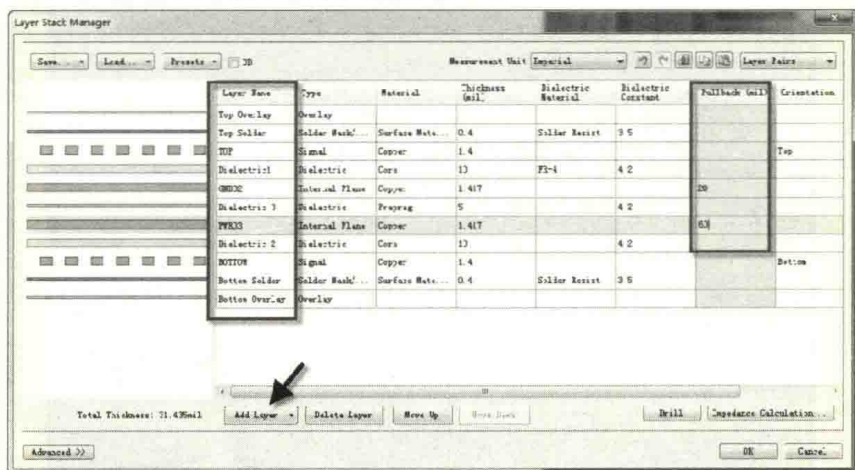

图 13-12 叠层设置
(2) 按快捷键“DK”，进入叠层管理器，通过“Add Layer”和“Add Internal Plane”完成叠层操作。
(3) 为了方便对层进行命名，可用鼠标单击选中层名称，然后更改为比较容易识别的名称，如 TOP、GND02、PWR03、BOTTOM。
(4) 为了满足 20H 的要求，一般在叠层的时候让 GND 层内缩 20mil，PWR 层内缩 60mil，如图 13-12 所示，在“Pullback”栏进行设置。一般无特殊要求，设置这两项即可。
(5) 单击“OK”按钮，完成 4 层板的叠层设置。